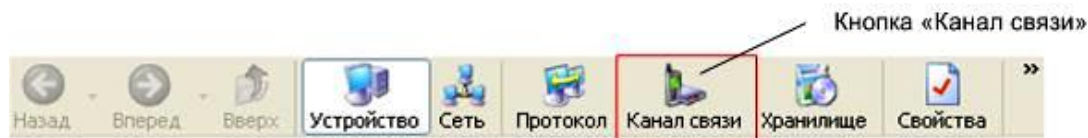

Рисунок 60 – Кнопка «Канал связи» на панели инструментов
6.2 Нажать на панели инструментов кнопку «Канал связи» (или через меню «Справочник → Канал связи») (рисунок 60). В результате откроется окно «Справочник», которое показано на рисунке 61.